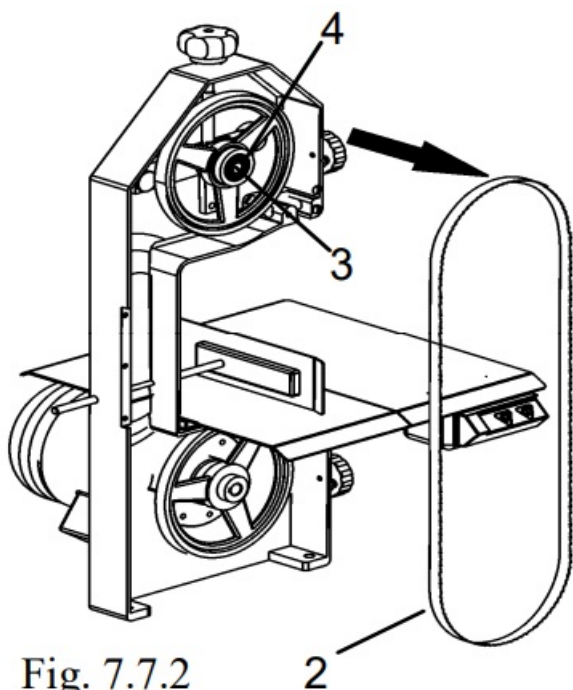

Fig. 7.7.2
- Ослабьте тент ион в лезвии, повернув ручку 1 против часовой стрелки до упора и снимите ручку. Возьмитесь за лезвие 2 и снимите его со шкива, как показано на рис. 7.7.2.